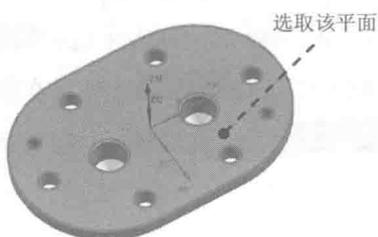
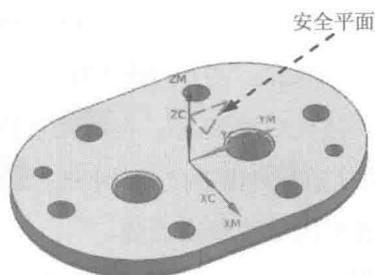

图 1.7 选取参照面
图 1.8 安全平面
Step3. 单击“安全平面”对话框中的 **指定** 按钮, 系统弹出“平面”对话框, 选取图 1.7 所示的平面为参照平面, 然后在 **偏置** 区域的 **距离** 文本框中输入值 20, 单击 **确定** 按钮, 系统返回“安全平面”对话框并创建一个安全平面, 单击“安全平面”对话框中的 **显示** 按钮可以查看创建的安全平面, 如图 1.8 所示。